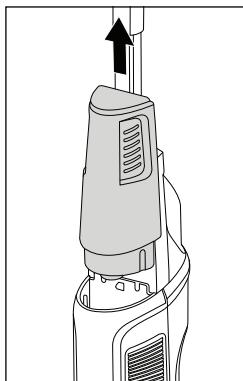

Fig. 6
- Remplissez uniquement de l'eau du robinet froide à chaude (jusqu'à max. 60 °C) ou de l'eau distillée dans le réservoir d'eau fraîche ⑪. N'utilisez pas d'eau bouillante.
- N'utilisez jamais l'appareil sans eau dans le réservoir d'eau fraîche ⑪.
- ◆ Saisissez le réservoir d'eau fraîche ⑪ au niveau des poignées latérales et sortez-le par le haut de l'appareil (voir fig. 6).